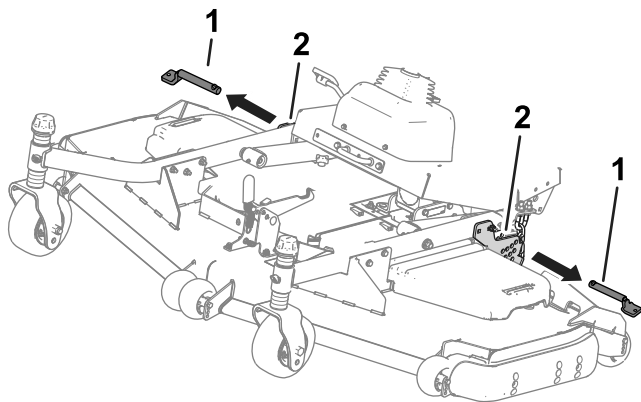

Рисунок 36
4. Извлеките штифты из пластин регулировки высоты скашивания (Рисунок 36).